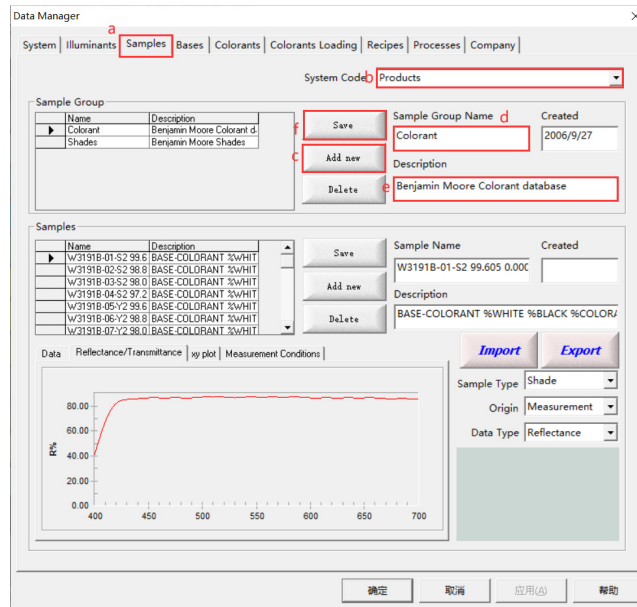

图 6-4 创建样本组界面
- 打开 Color Management → Data Manager → Samples; (如图 6-4)